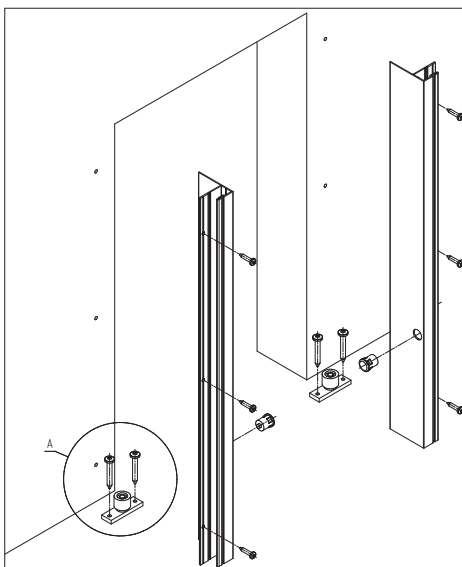

Рис. 18
1. Закрепите профили под фотоэлемент по краям дверного проема шурупами шагом 500 мм (рис. 18).